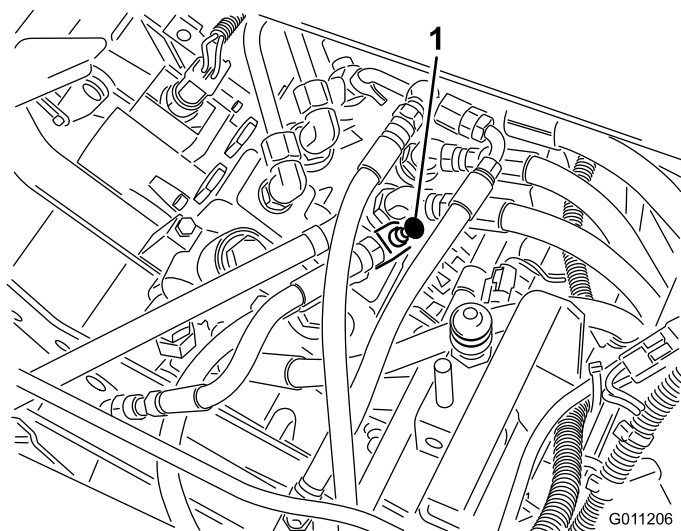

図 45
1. 座席を倒し、メイン・コントロール・バルブについているフロー・コントロール・バルブを露出させる（図 45）。